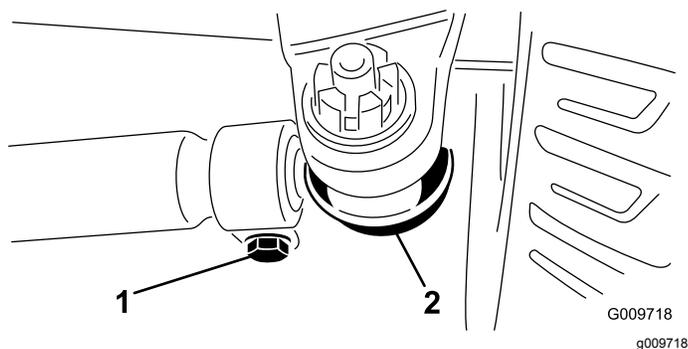

Bild 77
2. Entfernen Sie zum Einstellen den Splint und die Mutter von einem der Spurstangen-Kugelgelenke (**Bild 77**) und nehmen Sie das Spurstangen-Kugelgelenk von der Achsengehäusestütze ab.
3. Lockern Sie die Klemmen an beiden Enden der Spurstangen (**Bild 77**).